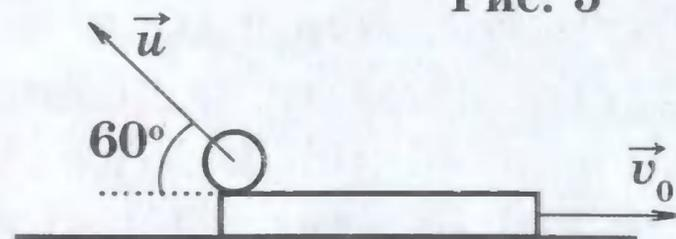

Рис. 5
12. Массивная платформа движется с постоянной скоростью \vec{v}_0 по горизонтальному полу. С заднего края платформы производится удар по мячу. Модуль начальной скорости мяча относительно платформы равен $u = 2v_0$, причем вектор \vec{u} составляет угол $\alpha = 60^\circ$ с горизонтом (рис. 5). На какую максимальную высоту над полом поднимется мяч? На каком расстоянии от края платформы будет находиться мяч в момент